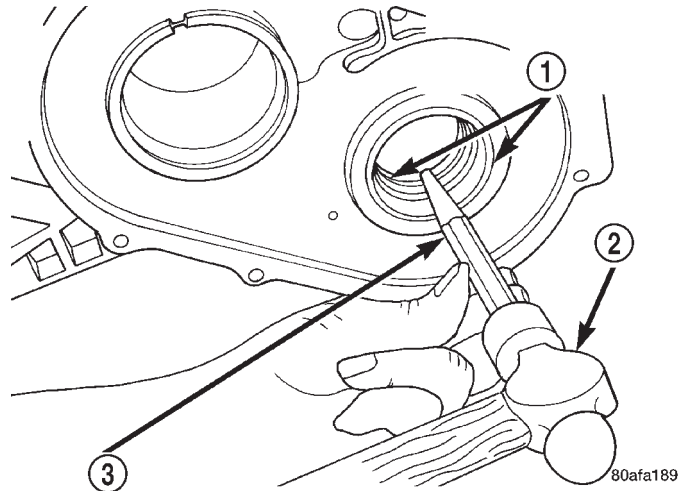

Fig. 77 Desmontaje de la cubeta interna del cojinete transmisor
(67) Con un martillo adecuado y un punzón, extraiga la cubeta interna del cojinete transmisor (Fig. 77).